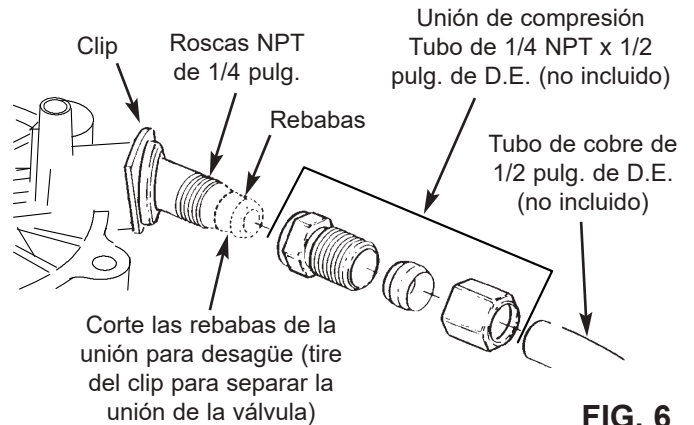

FIG. 6
Use la manguera flexible de desagüe (incluida), mídala y córtela a la longitud necesaria. No en todas las localidades se permite usar mangueras flexibles de desagüe (consulte sus códigos de plomería). Si los códigos locales no permiten usar una manguera flexible de desagüe, deberá instalar un desagüe con válvula rígida. Adquiera una unión de compresión (NPT de 1/4 x tubo de 1/2 pulg. como mínimo) y un tubo de 1/2 pulg. en su ferretería local. Instale un desagüe rígido según se necesite (vea la Fig. 6).
3. Mueva las válvulas de derivación a la posición de "derivación" (Bypass) (vea las Fig. 6 y 7). En una válvula de una derivación, deslice el vástago hacia adentro a la posición de derivación. En una derivación de 3 válvulas, cierre las válvulas de entrada y salida, y abra la válvula de derivación.